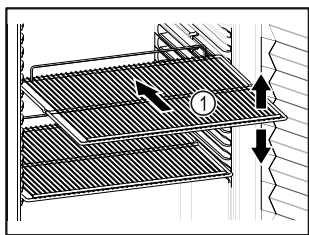

Fig. 50 Przykładowa prezentacja
- Jeśli ruszty do składowania Fig. 50 (1) są ruchome, należy je ustawić odpowiednio do wysokości.